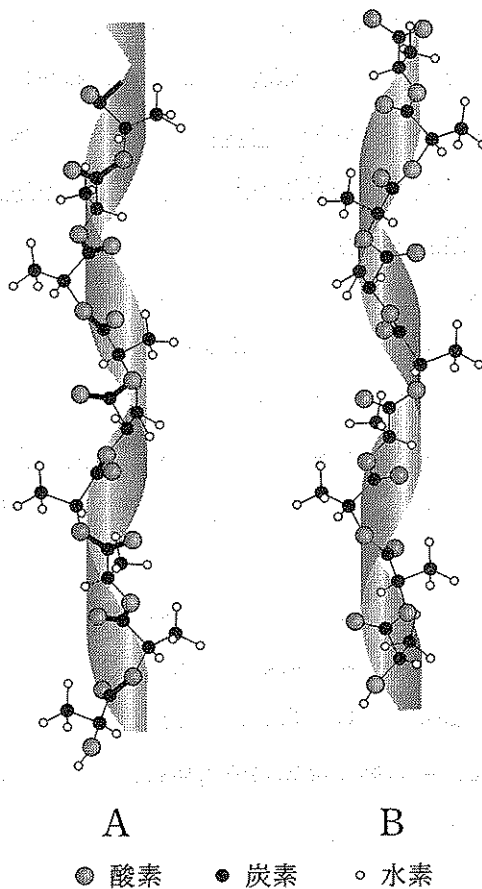

図 3-1 PLA (ポリ乳酸) 樹脂の立体構造
問 6 PLA 樹脂には図 3-1 に示すように 2 種類のらせん構造が存在する。
- (1) らせん構造が 2 種類存在する理由を説明せよ。
- (2) 図 3-1 A の太線で示す化学結合の名称は何か。
- (3) A と B で示す PLA (重合度は等しいとする) の融点について正しいものを選び。その理由を述べよ。